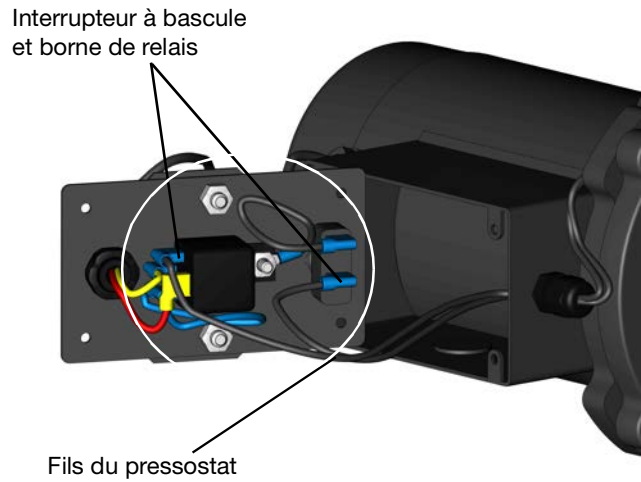

FIG. 29
8. Retirez les fils du pressostat de l'interrupteur à bascule et de la borne du relais (FIG. 29).